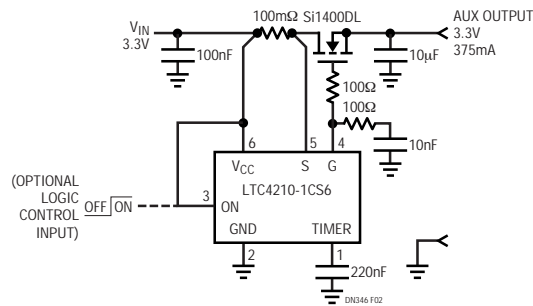

図2. 自己リセット機能と電流制限回路付きのオプションの3.3VAUXポート電源は自動的に、あるいはロジック制御により動作する
6ピンのThinSOT™パッケージに入ったLTC4210ホットスワップ・コントローラを使った、オプションの3.3VAUXレールの電流制限された回路ブレーカを図2に示します。ONピン(3)が3.3Vに結線されているのでLTC4210は自動的に動作し、過負荷に対して保護するための時間設定された電流制限を備えています。長時間の障害が発生して万一回路ブレーカがトリップした場合、LTC4210は遅延時間経過後自動的に再起動しますので、PCIエクスプレス・ポート・マネージャ側から介入する必要がありません。
3.3VAUXの場合、単に3.3V出力に並列に図2の回路を追加します。両方の回路がイネーブルされ、電力が3.3V出力に供給されると1.5Aを超す電流を利用できることに注意してください。